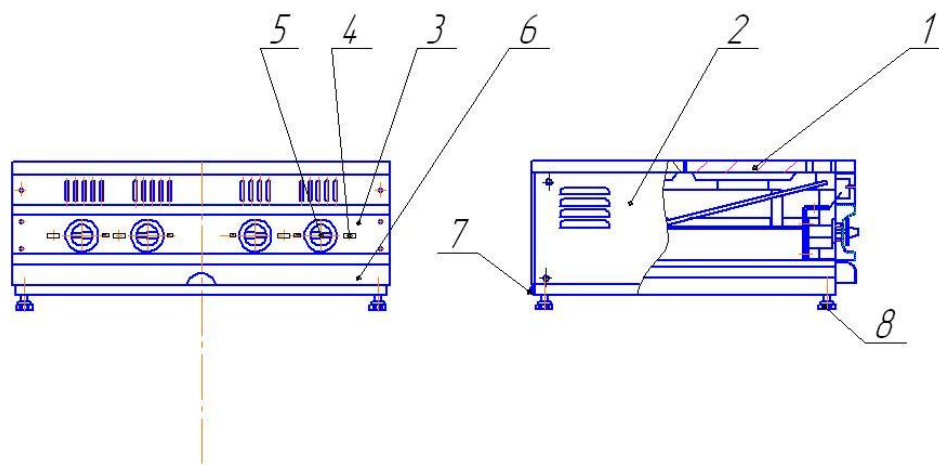

Рисунок 1
4.1 Общий вид плиты приведен на рис.1.
6.4 Установить плиту на полу и произвести выравнивание ее положения с помощью регулируемых опор 7 (смотри рис.1).